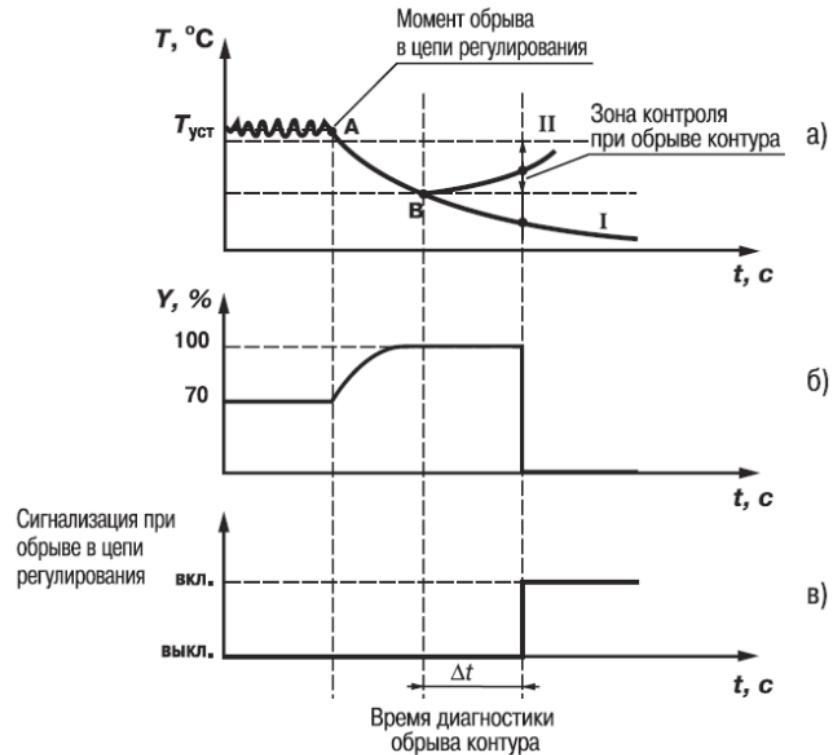

Рисунок 3.13
3.2.8.3.3 Приведем пример срабатывания устройства диагностики обрыва контура (рисунок 3.13).
В точке А нагреватель вышел из строя, и температура начинает уменьшаться (рисунок 3.13, а). Регулятор увеличивает выходной сигнал (рисунок 3.13, б), контролируя отклик системы. Поскольку температура продолжает уменьшаться, рассогласование растет, и значение Y достигает 100 %. В момент достижения $Y = 100 \%$ (точка В) прибор начинает отсчет «времени диагностики обрыва контура» Δt .
Если по истечении этого времени температура продолжает уменьшаться, сигнализация срабатывает (кривая I на рисунке 3.13, а). Если температура стала расти, но за время Δt изменение температуры не превысило «ширину зоны диагностики обрыва контура» (кривая II на рисунке 3.13, а), сигнализация также срабатывает (рисунок 3.13, в).